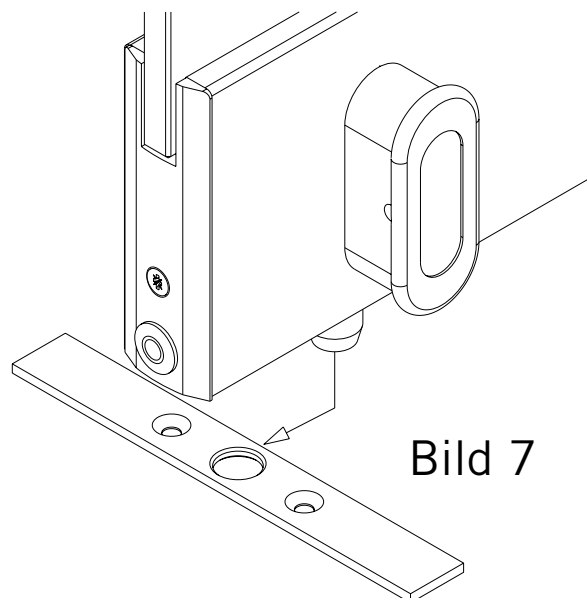

Bild 7
7. Untere Feststellung (Bild 7)